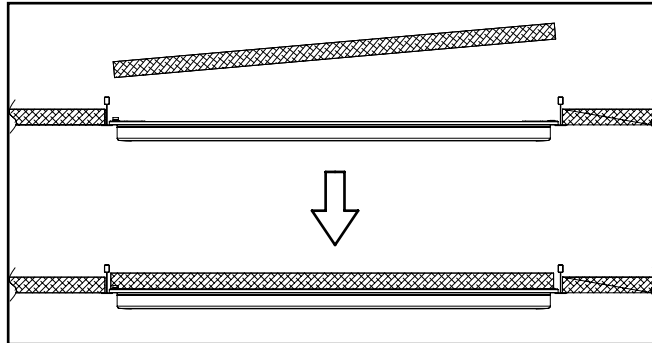

Figure 7.
- Remettez les carreaux au-dessus du luminaire. Voir la figure 7. Percez ou encochez si nécessaire afin de s'assurer que la tuile pour plafond repose à plat.